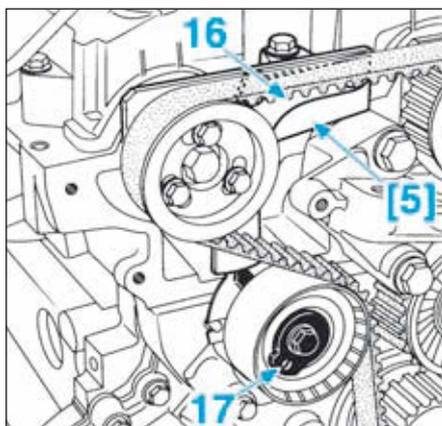

FIG.114
- S'assurer que la languette (16) de l'outil [5] se déplace verticalement sans contrainte (Fig.114).